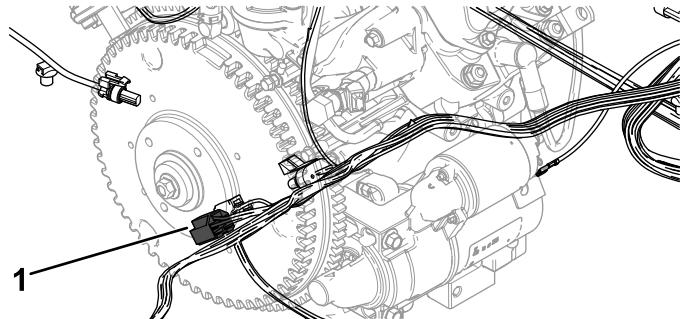

Bild 16
2. Schließen Sie den Lichtmaschinenkabelbaum an den Motorkabelbaum an (Bild 16).